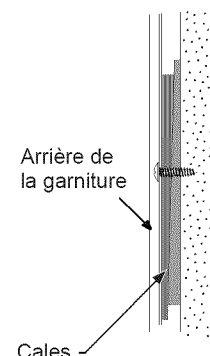

Figure 8
- Utilisez des cales au besoin (les cales ne sont pas incluses). Reportez-vous aux figures 8, 9 et 10. Ensuite, fixez les deux extrémités de la garniture supérieure (A) aux armoires à l'aide de deux vis de montage (M) de 3/4 po en insérant ces dernières dans les trous qui se trouvent à chaque extrémité de la garniture. Assurez-vous que les trois vis de la partie supérieure sont suffisamment serrées.